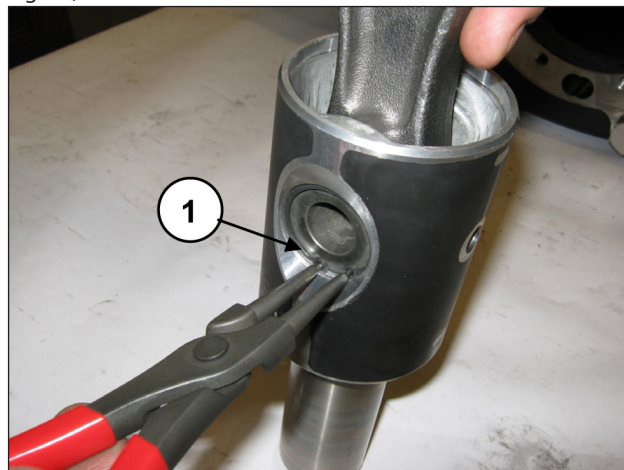

Fig. 37
Remova os dois anéis elásticos de bloqueio do pino (pos. ①, Fig. 37).
Insira a haste na guia do pistão (pos. ①, Fig. 39) e, em seguida, insira o pino (pos. ①, Fig. 38). Aplique os dois elásticos perfilados (pos. ①, Fig. 37).